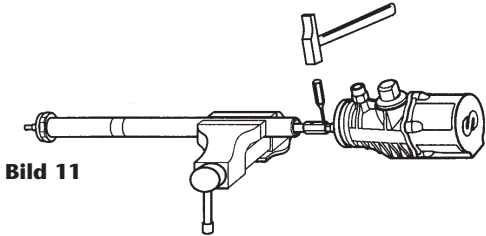

Bild 11
- Den Stift am oberen Teil der Verbindungsmutter entfernen (Bild 11). Den Körper vom Saugrohr trennen.